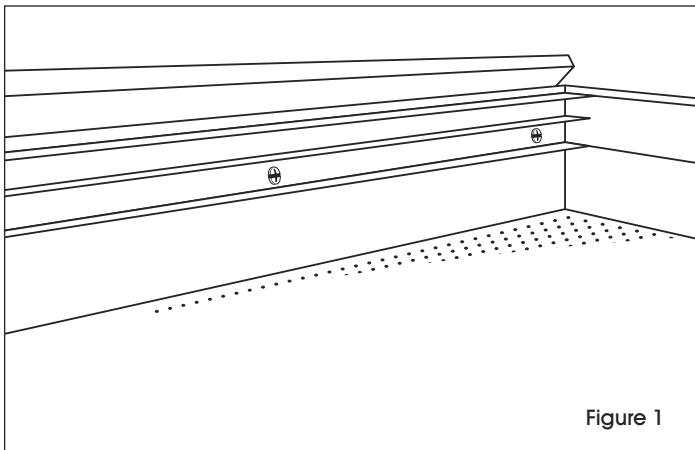

Figure 1
1. Fixez les rails en aluminium à l'intérieur du centre de messages. Les rails en aluminium s'installent dans le haut et le bas, à l'intérieur du centre de messages. Assurez-vous que les rails sont le plus éloignés que possible du panneau de liège. À l'aide des vis cruciformes, vissez un rail en aluminium dans la partie supérieure du centre de messages. (Voir Figure 1)